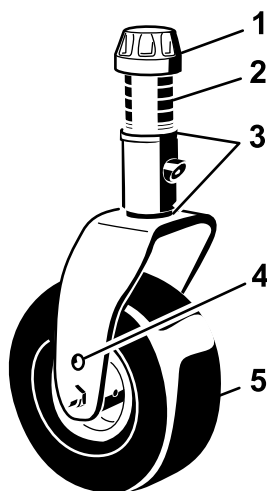

Figura 17
5. Togliete il tappo tenditore dall'asse del fusello ed estraete il fusello dal braccio della ruota orientabile (Figura 17).